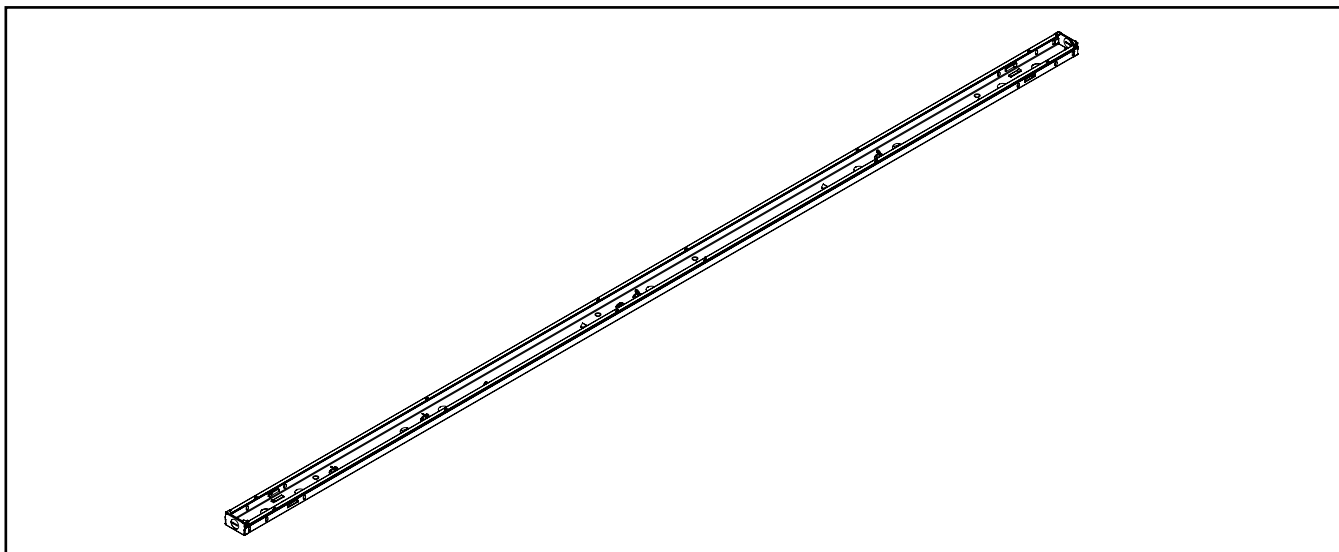

Figure 1
1. Retirer la lentille et le couvercle du canal comme le montre la figure 1.